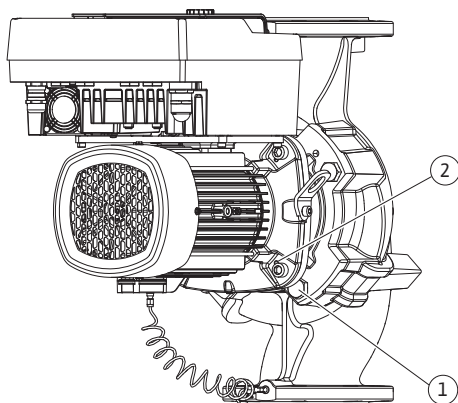

Fig. 111: Expulsión del juego de introducción mediante los taladros roscados (según el modelo de bomba)
23. Expulse el juego de introducción del cuerpo hidráulico. Para ello, utilice los dos taladros roscados (véase la Fig. 111, Pos. 1).
33. Para la expulsión del juego de introducción del cuerpo hidráulico, use los dos taladros roscados situados al lado (Fig. 111, Pos. 1) y los tornillos existentes o a cargo del propietario adecuados (p. ej., M10 x 25 mm).